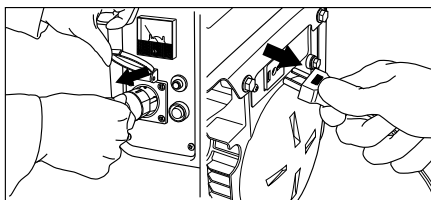

рис. 4
5. Отсоедините все электрическое оборудование от источников как переменного, так и постоянного тока генератора, отключите подачу напряжения на панели штепсельных розеток (рис. 4).